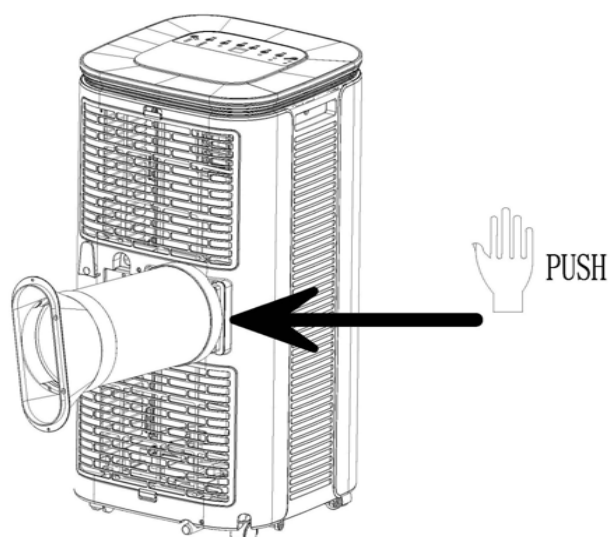

Figura 1
- 2) Introduzca la estructura del conducto de calor (el extremo de la junta de salida) en la ranura de ventilación del panel posterior (presione a la izquierda) y termine el montaje (como se indica en la figura 1).